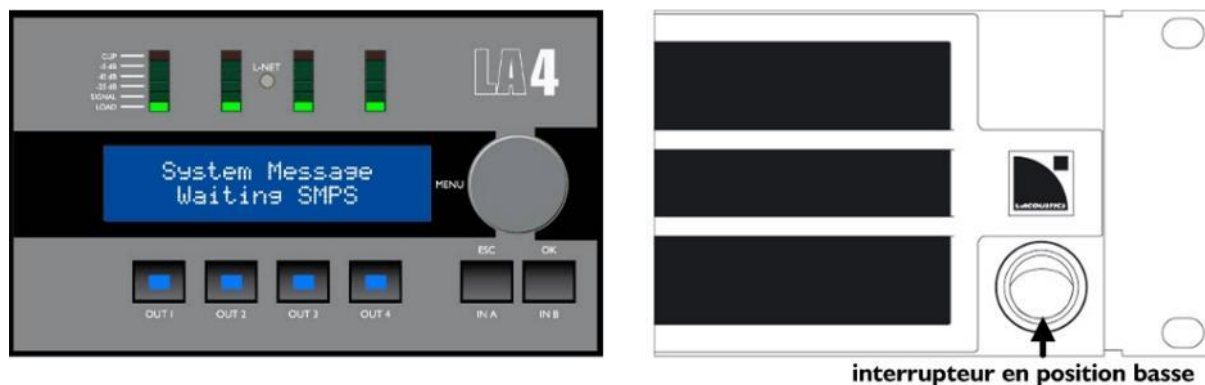

Figure 12 : Séquence d'arrêt
- ▶ Pressez l'interrupteur vers le bas pour éteindre le LA4 (voir la Figure 12). Une séquence d'arrêt commence : le message **Waiting SMPS** est affiché sur l'écran LCD et les quatre LED **LOAD** s'allument jusqu'à l'arrêt complet.